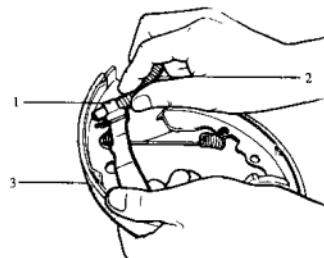

图 13-5
(8) 从驻车制动摇臂上拆下驻车制动钢索，卸下制动蹄片（图 13-5）。